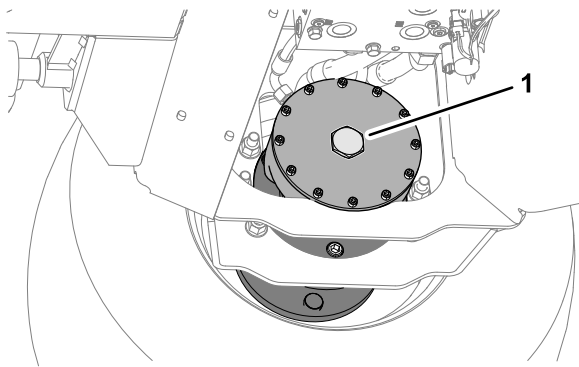

Figure 44
6. Sur le frein de moteur de la roue avant droite, enlevez le bouchon hexagonal (Figure 44).